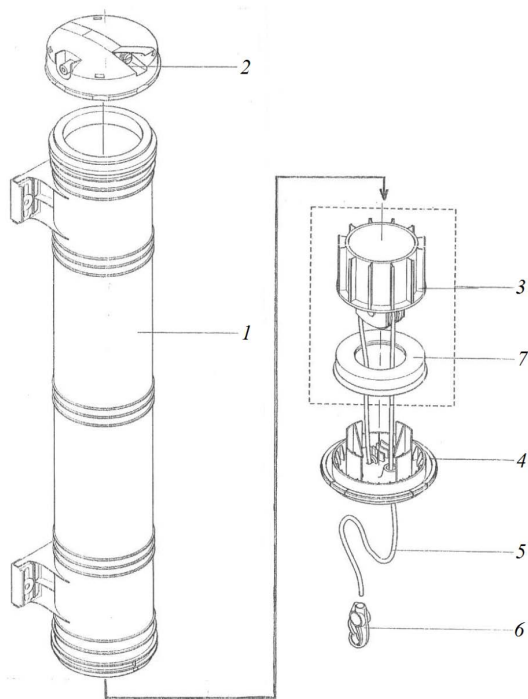

Рис. 8. Пневмоцилиндр:
**Пневмоцилиндр** (рис. 8) находится рядом со стойкой модуля и крепится специальным кронштейном к станочному оборудованию доильной установки. Он служит для снятия и удержания доильного аппарата по окончании доения. Основными частями его являются рабочий цилиндр 1, сверху которого установлена крышка 2 с регулируемым отверстием для впуска в него вакуума. Эта регулировка позволяет изменять скорость снятия доильных стаканов с вымени. Скорость снятия доильных стаканов с вымени регулируется изменением сечения канала, по которому вакуум поступает в цилиндр. Для этого на верхней крышке цилиндра установлен регулировочный винт. При вывинчивании его из крышки скорость снятия увеличивается, а слегка ввинчивая этот винт, скорость снятия доильных стаканов можно уменьшить. Нижняя крышка 4 имеет отверстие для капронового шнура, к которому крепится защелка 6, соединяемая при работе с подвижной частью доильного аппарата.